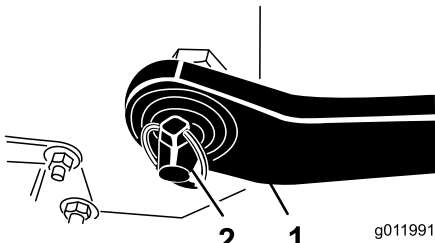

Bild 4
4. Stecken Sie den rechten und linken Unterlenkerarm auf die Anbauvorrichtungsstifte (Bild 4).
5. Befestigen Sie die Unterlenkerarme mit Klapsteckern an den Anbauvorrichtungsstiften (Bild 4).